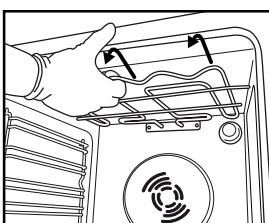
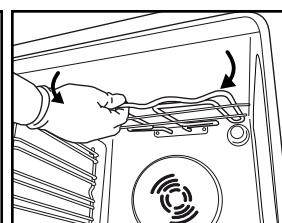

Bild 4
Bild 5
2. Dra ut grillelementet (Bild 4) en aning, och sänk det (Bild 5).